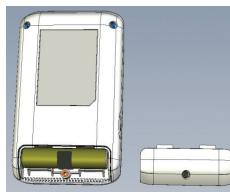
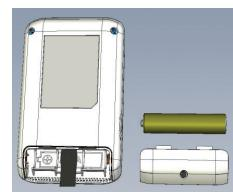

图 1a
图 1b
- 要安装/更换电池,请拧开螺钉并取下设备背面的电池盒盖(图1a)。使用内置布片取出旧电池(如果有);按照电池盒内部标示的极性插入新电池(图1b),重新装上盒盖并拧紧螺钉。